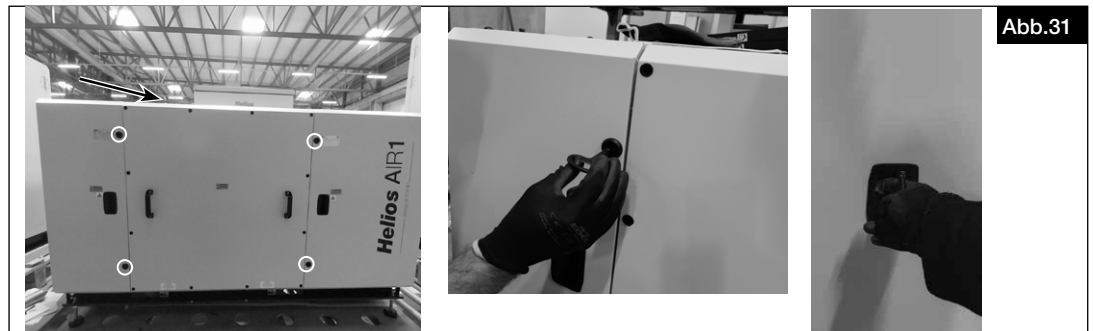

Abb.31
1. Die Türen mit dem im Lieferumfang enthaltenen Schlüssel entriegeln und die Türen öffnen (s. Abb.31).